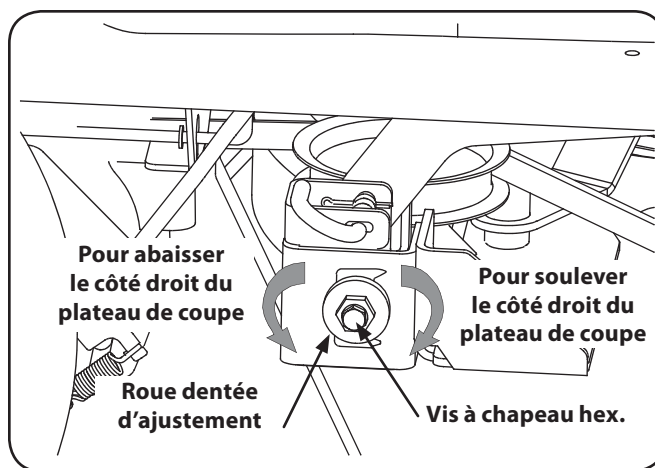

Figure 6-6 (42 po)
- Desserrez (sans l'enlever) la vis à chapeau hex. du support d'accrochage droit du plateau de coupe. Voir la Figure 6-6.
- Mettez le plateau de coupe de niveau en utilisant une clé pour tourner la roue de réglage (qui se trouve juste derrière la vis à chapeau hex. que vous venez de desserrer) vers la droite pour abaisser le côté droit du plateau de coupe ou vers la gauche pour le relever. Voir la Figure 6-6.